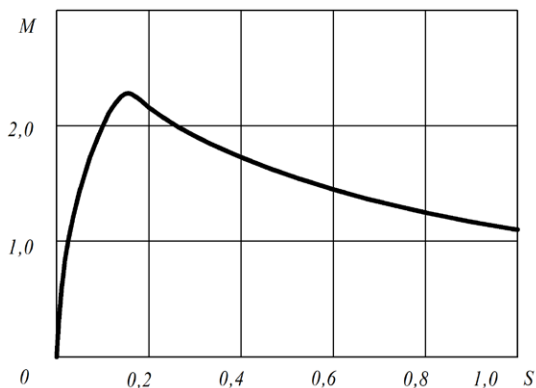

Рис. 8.1
1. На рис. 8.1 изображена механическая характеристика асинхронного двигателя. Какой вид будет иметь эта характеристика, если напряжение сети уменьшится на 10 % (20 и 30 %)?